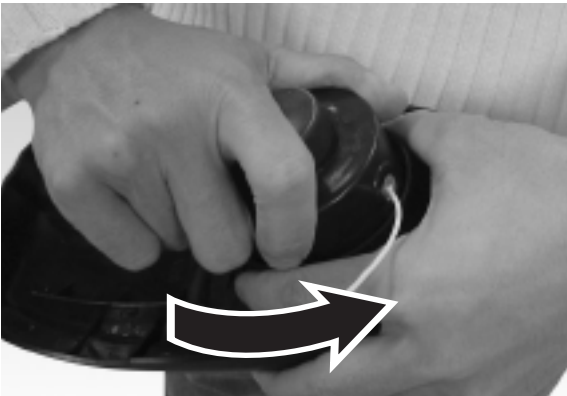

Fig. 11
2. Retire el conjunto del rotor de la podadora. Para hacerlo, sostenga la parte acanalada exterior del conjunto con una mano, mientras empuja hacia abajo y gira la cabeza del rotor con la otra mano para separarla (Fig. 11 & Fig. 12). El portador del rotor y el rotor ahora se separarán fácilmente.